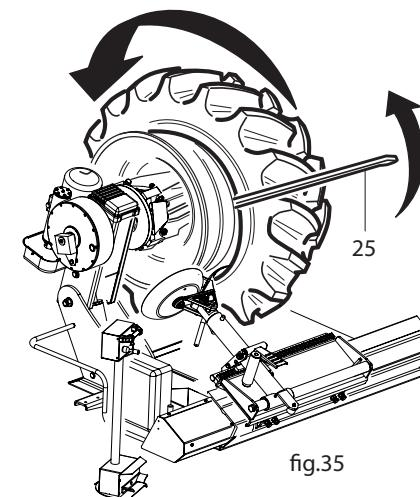

fig.35
» Per lo smontaggio del tallone posteriore procedere come indicato dalla fig.35. Ruotare l'utensile di 180°, inserirlo tra il cerchione ed il tallone, portarlo a ridosso del bordo del cerchione ed inserire la leva(25) (fig.35) ruotando il mandrino in senso orario fino al completamento dell'operazione.
» To demount the back bead proceed as shown in fig. 35. Rotate the tool by 180°, insert it between the rim and the bead, move it against the rim flange and insert the lever (25, fig. 35) and then rotate the spindle in a clockwise direction until the operation is complete.
- » Pour le démontage du talon arrière procéder selon les indications de la fig. 35. Tourner l'outil de 180°, l'introduire entre le talon et la jante, l'adosser jusqu'au bord de la jante et introduire le levier (25, fig.35) en tournant le mandrin dans le sens des aiguilles d'une montre jusqu'à l'achèvement de l'opération.
- » Für das Herausdrücken des hinteren Wulstes gehen Sie wie auf Abb. 35 angegeben vor. Das Gerät um 180 Grad drehen, zwischen Felgen und Wulst einschieben und dem Felgenrand nähern und den Hebel einführen (25) (Abb. 35), wobei die Spindel bis zur Beendigung des Vorgangs im Uhrzeigersinn gedreht werden muß.
- » Para desmontar el talón trasero, actuar como indica la Fig. 35. Girar el utensilio de 180°, introducirlo entre llanta y talón, llevarlo junto al borde de la llanta e introducir la palanca (25) (Fig. 35) girando el mandril en sentido horario hasta el complemento de la operación.